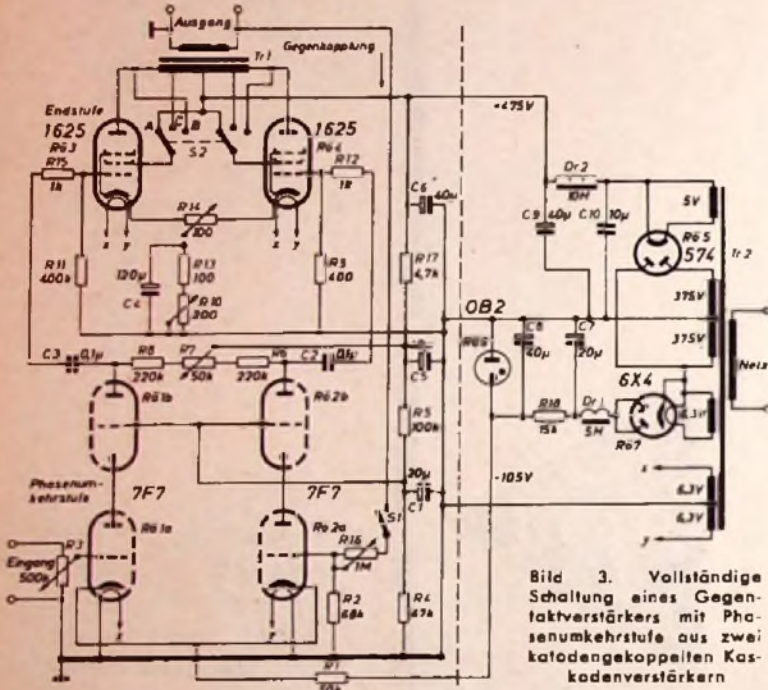

Bild 3. Vollständige Schaltung eines Gegenkopplungsverstärkers mit Phasenumkehrstufe aus zwei katodengekoppelten Kaskodenverstärkern
Da  $R_i$  mit geringerem Gewicht als  $\mu$  in (1) eingeht, ergibt sich auch eine erhebliche Zunahme der wirksamen Verstärkung dieser Phasenumkehrstufe. Bild 3 zeigt die vollständige Schaltung eines Gegentaktverstärkers, dessen
Phasenumkehrstufe aus zwei Kaskodenverstärkern besteht und dessen Endröhren durch Umschalten von S2 wahlweise als Pentoden (A), Trioden (B) oder „ultralineare Stufe“ (C) arbeiten können. Die Gegenkopplungsspannung führt von der Sekundärseite des Ausgangstransformators *Tr 1* an das Steuergitter der Röhre *R6 2a*. Erwähnenswert ist noch der Stromversorgungsstell, der durch einen zweiten Gleichrichter *R6 7* eine negative Spannung von 105 V für die Kathoden von *R6 1a* und *R6 1b* liefert. Im Mustergerät wurde die Phasenumkehrstufe mit zwei Doppeltrioden 7F7 bestückt, die mit den im Bild 3 angegebenen Werten eine gemessene Ver-